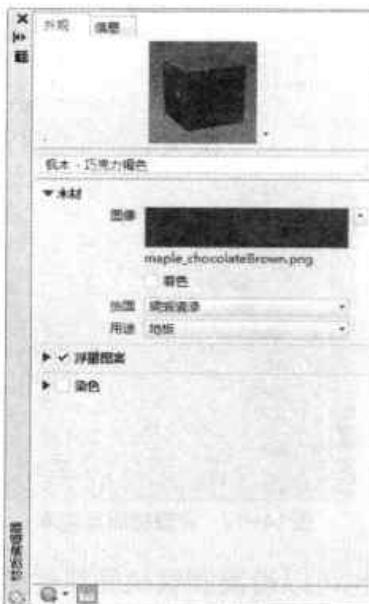

图14-14 材质纹理编辑器
**Step 02** 在“材质编辑器”选项板中，单击“图像”选项下的材质图，打开“纹理编辑器”选项板，如图14-14所示。